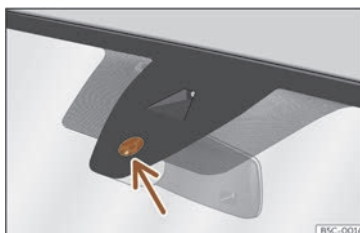

Fig. 102 Superfície sensible del sensor de pluja.
Les possibles causes d'anomalia i interpretacions errònies a la superfície sensible >>> **fig. 102** del sensor de pluja són, entre d'altres:
- Netegeu regularment la superfície sensible del sensor de pluja»» fig. 102 (fletxa) i